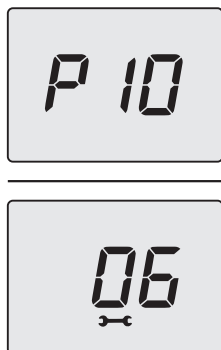

Figura 5.79
- Premere per 1 sec. il tasto 13 (Figura 5.75) per entrare nel parametro selezionato. Il display visualizzerà quanto segue (6=60 secondi) (Figura 5.79).